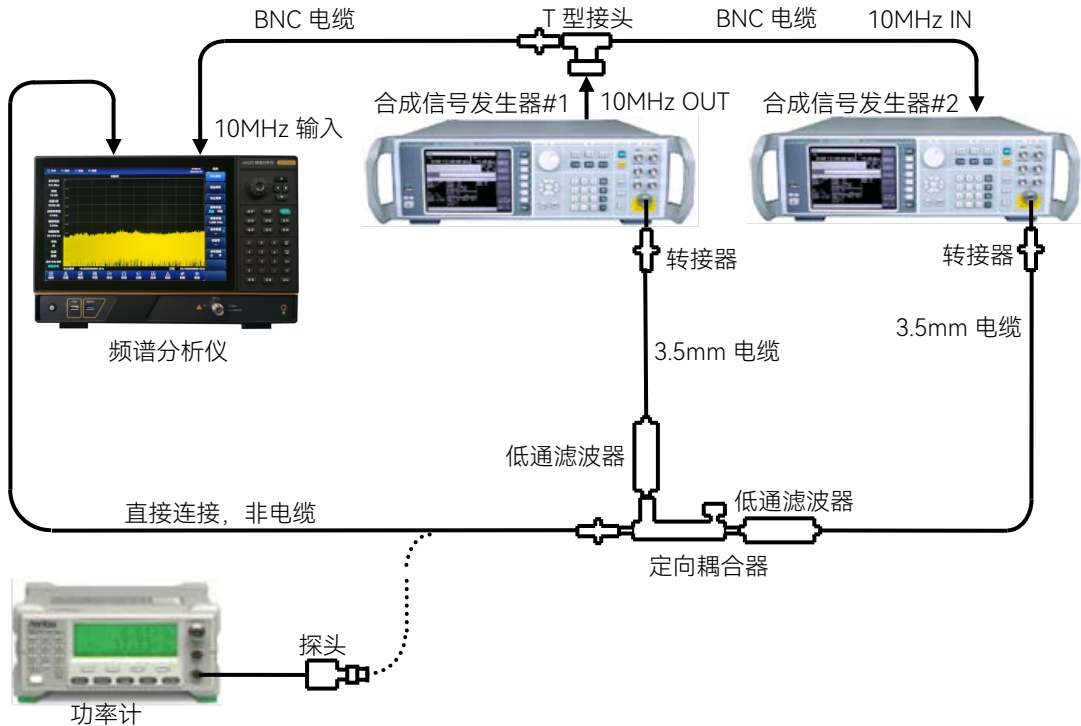

图 15.11 三阶交调失真测试设置
- 1) 如图 15.11 连接仪器，图中选择射频定向耦合器，根据测试频点选择合适的低通滤波器和转接器，不把定向耦合器接到频谱分析仪上；
- 17) 根据图 15.11, 选择合适的转接器与低通滤波器, 分别选择 3GHz、4.5GHz、7GHz、15GHz 作为 2.4~4GHz、4~6GHz、6~10.2GHz 和 10.2~20GHz 四个频段的测试点, 参照步骤 2~步骤 16, 测试 4042 整机的三阶截获点指标并